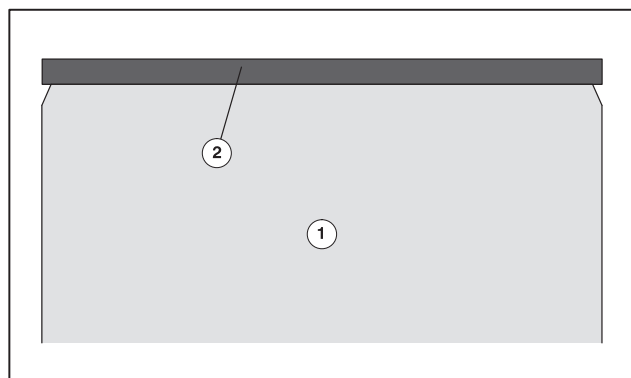

Рис. 22 Офсетное полотно, передний край
Офсетное полотно (Рис. 22/①): передняя и задняя кромка офсетного полотна зажата в зажимной планке (Рис. 22/②); применяться только офсетные полотна с затяжной шиной.